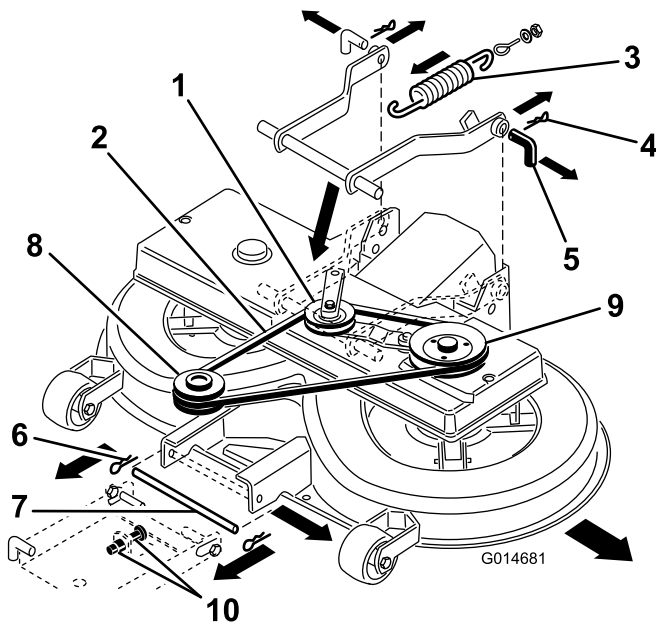

Bild 41
8. Ziehen Sie den Spannarm nach innen. Nehmen Sie den Keilriemen von der Scheibe ab (Bild 41).
7. Drehen Sie den unteren Stift der Einstellung für die vordere Aufhängung in die untere Stellung der geschlitzten Löcher. Stellen Sie hierfür die 2 Muttern (M12) an der vorderen Aufhängung ein (Bild 41).
9. Nehmen Sie die Feder vom Schalthebel ab (Bild 41).
11. Entfernen Sie die zwei Splintclips von den zwei hinteren Stiften und nehmen Sie die Stifte ab (Bild 41).
12. Entfernen Sie den Splintclip vom vorderen Stift und nehmen Sie den Stift ab (Bild 41).
13. Entfernen Sie den Keilriemen von der Motorscheibe (Bild 41).